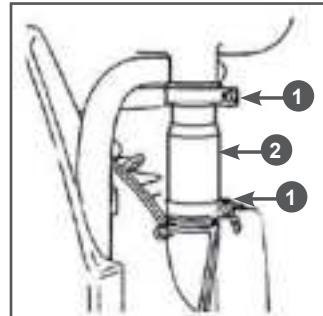

Рис. 14 Снятие впускного шланга распылителя
5. Ослабьте крепления хомутов 1 (Рис. 14) на впусканом шланге распылителя 2 (хомуты будут снова использоваться) и снимите шланг.
7. Установите шланг выпускной распылителя 2 и прикрепите его к баку и к корпусу вентилятора хомутами 1 (Рис. 14).